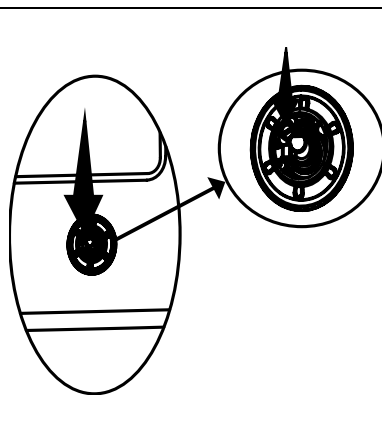

Figura 5.
2. Con un destornillador del tamaño adecuado, apriete o afloje el tornillo de regulación que se muestra en la figura 5. (Ver figura 6)